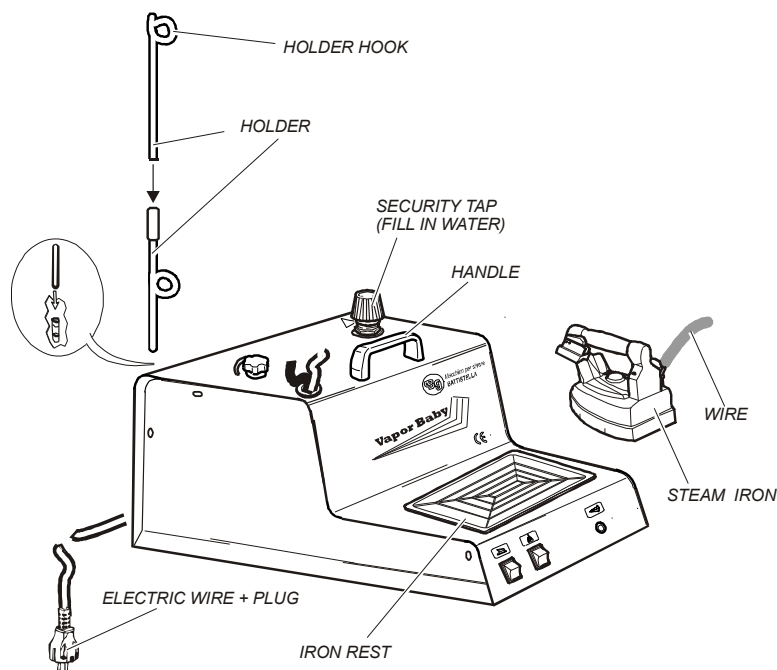

Fig. 1
2. Scoateți VAPORBABY din cutie, montați cele două bucăți ale suportului pentru cablu și introduceți-l adânc în suportul special (fig. 1) plasat pe partea din spate a generatorului.
4. Puneți fierul pe suportul său din cauciuc (fig. 1).
1. Deșurubați supapa de siguranță (fig. 1), umpleți complet boilerul cu apă (fig. 2) sau cât vă este necesar (vă sfătuim să utilizați o pâlnie). Luați ștecherul de partea din plastic și înșurubați-l din nou: nu strângeți prea tare pentru a nu rupe garnitura. **N.B.** în timpul umplerii, nu lăsați apa să curgă în afara mașinii; în acest caz, uscați-o imediat pentru a evita riscul de electrocutare.
4. **Nu înlocuiți niciodată supapa de siguranță (fig. 1) cu altfel de comutatoare. N.B. supapa de siguranță este setată la 4,5 BAR și are funcția unei valve de siguranță.**
3. În timpul călcării, puneți întotdeauna fierul pe suportul de fier (fig. 1) și fiți atenți la poziția firelor: dacă se răsucesc sau intră în contact cu suprafața de călcat, este posibil să determine scurtcircuite.
VAPORBABY trebuie oprit prin scoaterea din priză; rotiți supapa de siguranță (fig. 1) la 360° și așteptați ca aburul să iasă complet. Deșurubați cu atenție supapa de siguranță și așteptați câteva minute. Apoi umpleți boilerul la **max. 1.4 L** (a se vedea punctul 4.1). Înșurubați supapa de siguranță, porniți mașina și așteptați ca lampa boilerului să se oprească (fig. 2 C). Acum fierul este pregătit de utilizare. **ATENȚIE:** VAPORBABY trebuie să fie întotdeauna în poziție orizontală.
3. Înlocuiți supapa de siguranță la fiecare 2500 or de iluminare sau la maxim 3 ani (fig. 1). Pentru efectuarea acestei acțiuni, mașina trebuie să fie oprită și rece.